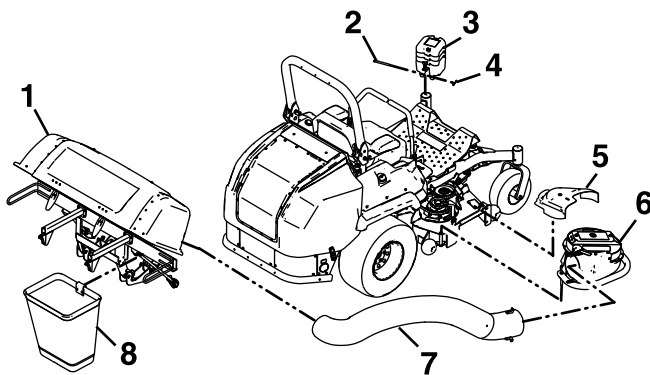

Figura 25
6. Retire el conducto de descarga abriendo los enganches del soplador. Separe el tubo de la salida del soplador y desconecte el extremo superior de la tolva (Figura 25).